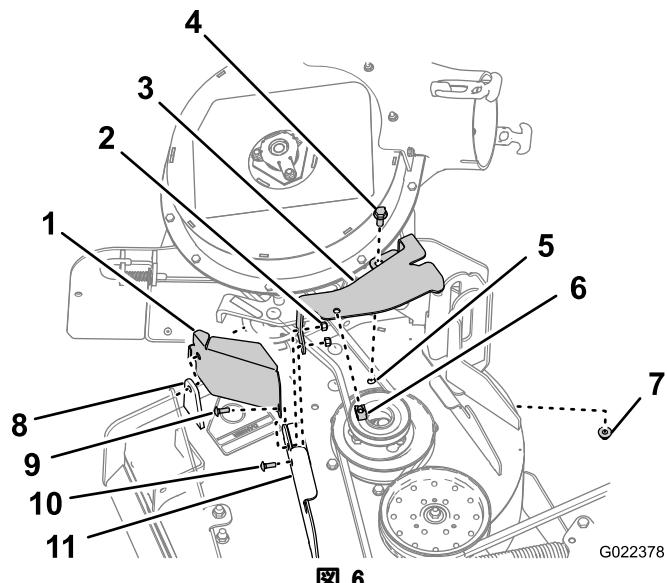

図 6
- CE プーリガードについている穴を、前側デフレクタについている穴および前側デッキフランジの外側の穴に合わせる（図 6）。
- CE ベルトカバー・ブラケットを、前デッキフランジの裏側の穴に合わせる（図 6）。
- CE プーリガードとベルトカバー・ブラケットを、前側デッキフランジの外側穴に取り付ける；ベルトカバー・ブラケットを取り外す（ページ 3）のステップ1で取り外したキャリッジボルト(1/4 x 1 インチ; CE キット)とロックナット(1/4 インチ; ブロアキット)を使用する。図 6を参照。
- ベルトカバー・ブラケットを、前側デッキフランジの内側穴に取り付ける；ベルトカバーブラケットを取り外す（ページ 3）のステップ1で取り外したキャリッジボルト(1/4 x 3/4 インチ; ブロアキット)とロックナット(1/4 インチ; ブロアキット)を使用する。図 6を参照。
- CE ベルトカバー・ブラケットの後フランジについている穴を、デッキの穴（カバー取り付けブラケットを外す（ページ 3）のステップ1でOEM ベルトカバー・ブラケットを取り外したときの穴）に合わせる：図 6を参照。
- CE ベルトカバー・ブラケットの後フランジを、デッキに固定する；カバー取り付けブラケットを外す（ページ 3）のステップ1で取り外した六角ヘッドボルト(3/8 x 1 インチ)とフランジナット(3/8 インチ)を使用する；図 6を参照。
- クリップナットを、CE ベルトカバー・ブラケットの上部にある穴に合わせ、ブラケットに押し込む（図 6）。